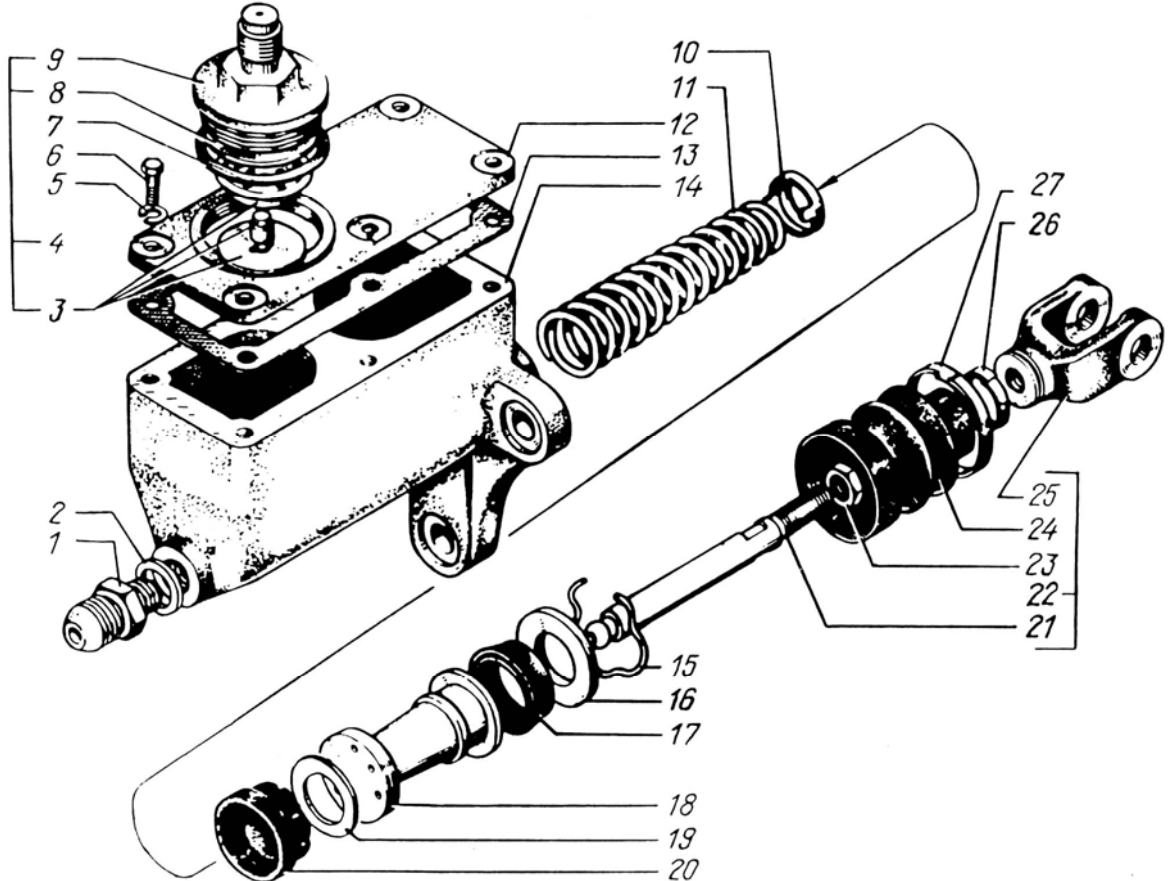

Рис.17. Главный цилиндр выключения сцепления:
- взять из ЗИПа шланг для накачивания шин и подсоединить один его конец к накопнику пробки 9 (рис.17), а второй – к клапану контрольного вывода 7 (рис.61);
2. Снять малое стяжное кольцо защитного колпака 24 (рис.17), снять защитный колпак, удерживая толкатель 22 поршня от проворачивания за лыски ключом. Отвернуть контргайку 23, вилку 25 толкателя и снять вилку.
- отвернуть пробку 9 (рис.17) и заполнить картер свежей тормозной жидкостью, в соответствии с химмотологической картой, после чего пробку 9 завернуть;
- подсоединить шланг для накачивания шин, одним концом на резьбовой конец пробки 9 (рис.17), а вторым – к клапану контрольного вывода;
- создать в полости цилиндра 14 (рис.17) давление сжатого воздуха в пределах 0,3 - 0,6 МПа (3 - 6 кгс/см2);
Долить жидкость в главный цилиндр до уровня на 15 - 20 мм ниже кромки заливного отверстия и плотно завернуть пробку 9 (рис.17).